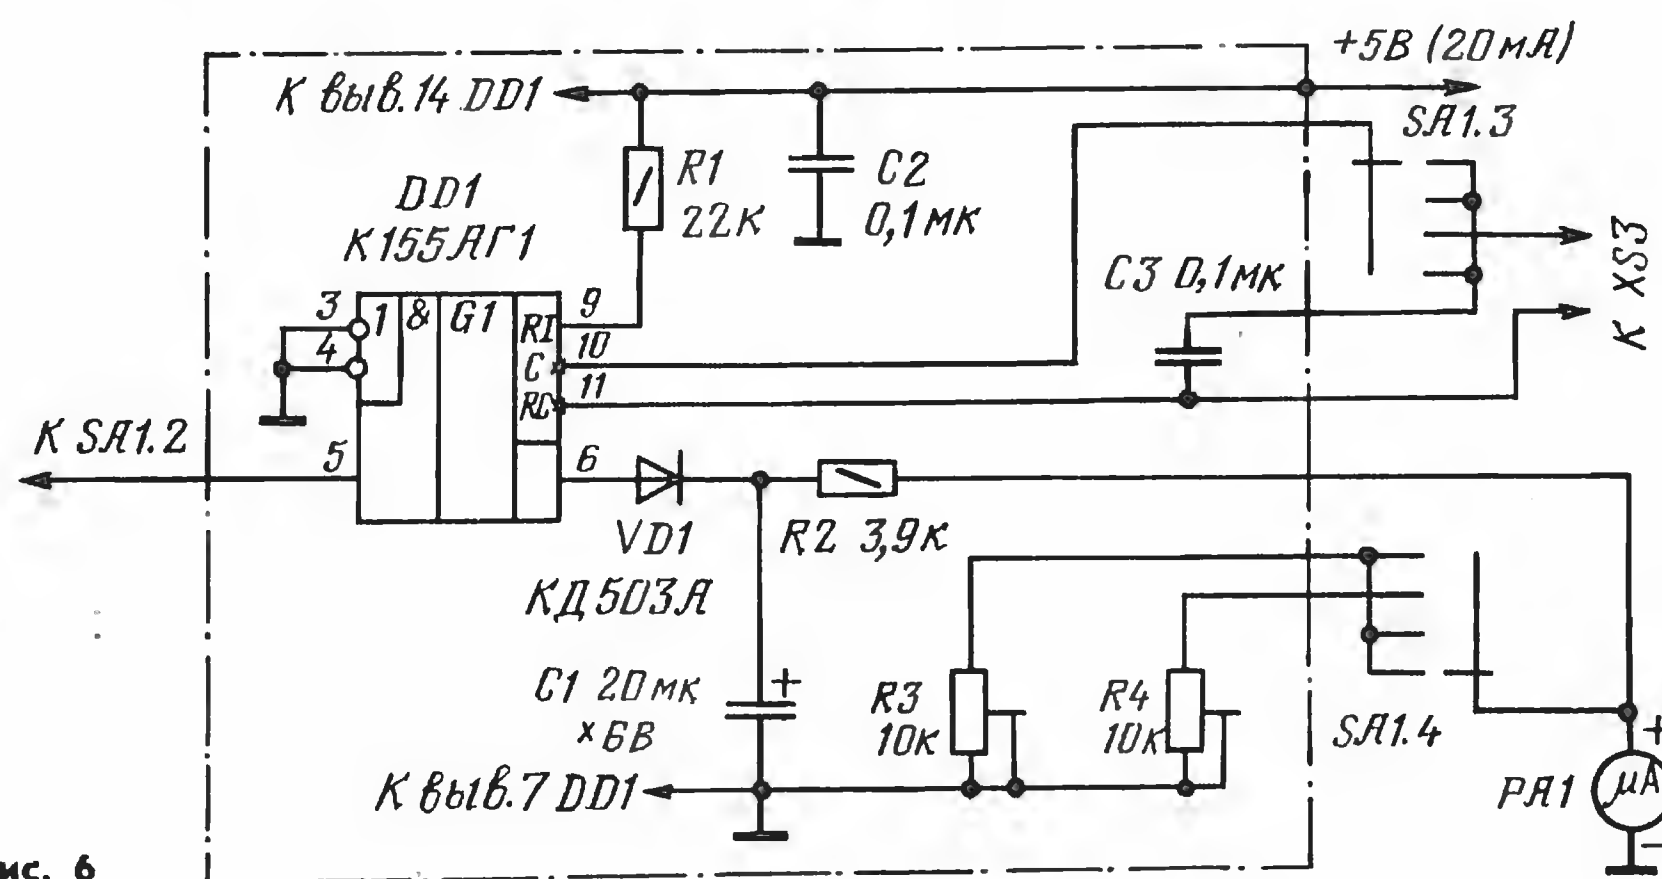

Рис. 6
Измерительный модуль (рис. 6) содержит одновибратор на микросхеме DD1 с образцовым конденсатором C3, выпрямитель на диоде VD1 и микроамперметр PA1. Подстроечными резисторами R3 и R4 калибруют прибор в режимах измерения частоты и емкости соответственно. Диод VD1 устраняет влияние измерительного узла на одновибратор, конденсатор C1 предотвращает дрожание стрелки микроамперметра PA1 на частотах менее 20 Гц.
Наладивание устройства начинают с формирования импульсов U1 (рис. 2): подстроечным резистором R6 добиваются напряжения +2,5 В на выводе 1 элемента DD1.1, что соответствует его работе в режиме линейного усиления. Затем в положении «к, F₀» переключателя SA1 подстроечным резистором R3 в измерительном модуле (рис. 6) устанавливают стрелку микроамперметра PA1 на конечную отметку шкалы (100). В заключение переводят переключатель SA1 в положение «С_х», а переключатель SA2 — в положение, соответствующее емкости подключенного к гнездам XS3 образцового конденсатора, и подстроечным резистором R4 в измерительном модуле добиваются отклонения стрелки микроамперметра PA1 до нужной отметки.
Примечание редакции. Для улучшения работы измерительного узла конденсатор C1 (рис. 6) целесообразно подключить параллельно микроамперметру. Советуем также учесть рекомендации U2 (рис. 3), приведенные в [3] (в этой статье формирователь назван высокочастотным делителем). Радио 8 с. 8—12Д; 19Д; 21Д ФЗ Л1—7 Пособицук